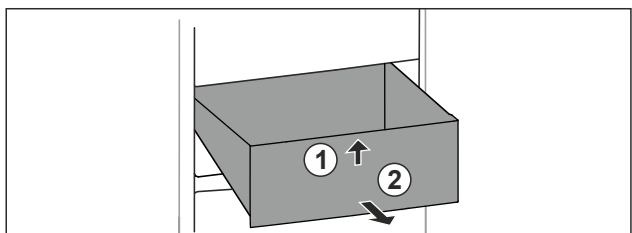

Fig. 92
- Schubfach vorne anheben. Fig. 92 (1)
- Schubfach nach vorne entnehmen. Fig. 92 (2)